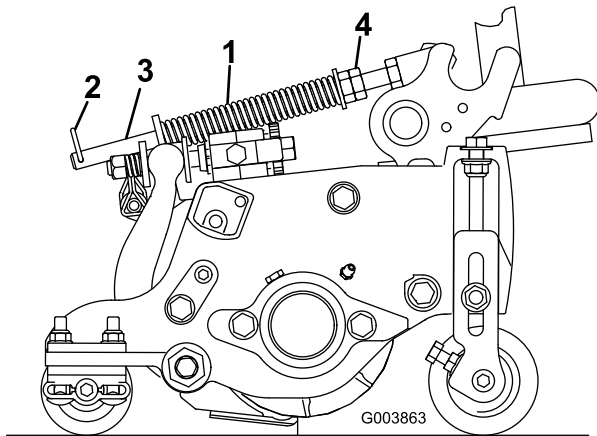

Figura 17
El muelle de compensación del césped (Figura 17) transfiere peso del rodillo delantero al trasero. (Esto ayuda a reducir el patrón de ondulación en el césped.)
1. Asegúrese de que el pasador de horquilla está instalado en el taladro del extremo de la varilla (Figura 17).
2. Apriete las tuercas hexagonales del extremo delantero de la varilla del muelle hasta que la longitud comprimida del muelle sea de 12,7 cm en unidades de corte de 12,7 cm, o de 15,9 cm en unidades de corte de 17,8 cm (Figura 17).